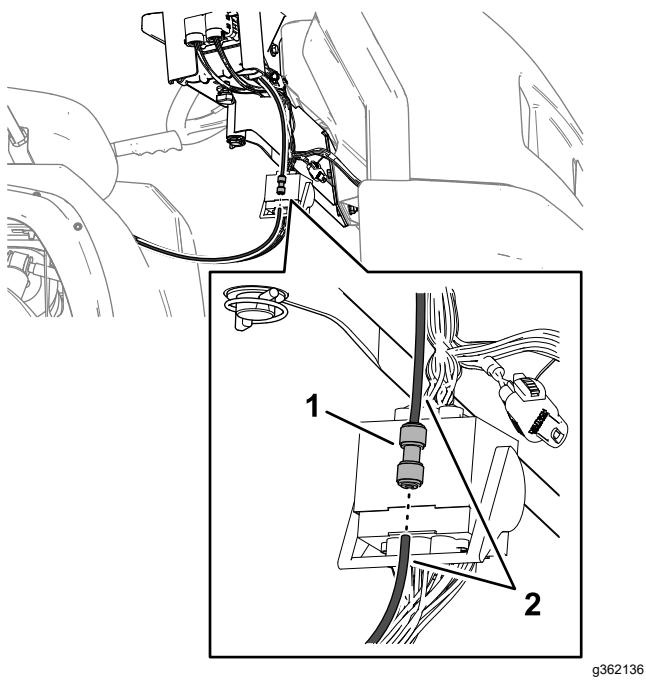

Figure 132
- Retirez l'un des tubes de détection de pression du raccord instantané, comme montré à la Figure 132.